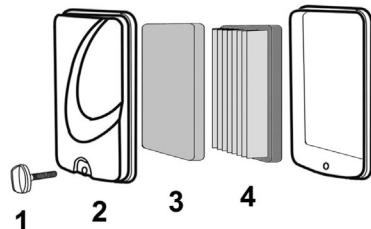

Рис. 22 Обслуживание воздушного фильтра PC5431F
1. Выкрутите болт (1) и снимите крышку воздушного фильтра (2) (Рис. 22).
2. Извлеките предварительный поролоновый (3) и основной бумажный (4) воздушный фильтры (Рис. 22).
5. При незначительном загрязнении промойте предварительный поролоновый фильтр (Рис. 22 п. 3) теплым мыльным раствором и просушите. Поврежденный или сильно загрязненный поролоновый фильтр замените.
Бумажный фильтрующий элемент (Рис. 22 п. 4) не подлежит очистке, необходима его замена. Не продувайте основной бумажный фильтр сжатым воздухом, не промывайте его в бензине и других растворителях. Эксплуатация двигателя с грязным или поврежденным воздушным фильтром, или без воздушного фильтра приведет к попаданию грязи и пыли в карбюратор и двигатель, что в свою очередь, станет причиной его быстрого износа. Двигатель в этом случае не подлежит ремонту по гарантии.